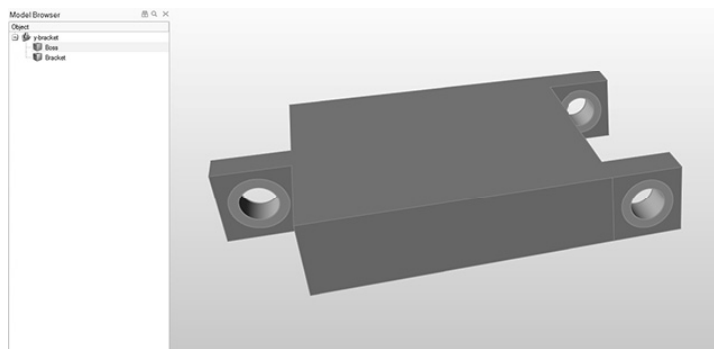

图 5-3
- 2) y-bracket 文件夹中列出了两个零件：**Boss** 和 **Bracket**。单击模型浏览器中的 **Boss** 将其选中，**Bracket** 中 3 个圆柱形的孔变为黄色，如图 5-3 所示。如果要对 **Boss** 材料施加载荷和固定约束，同时又不想在优化过程中从该零件中移除任何材料，则不应将其纳入设计空间。